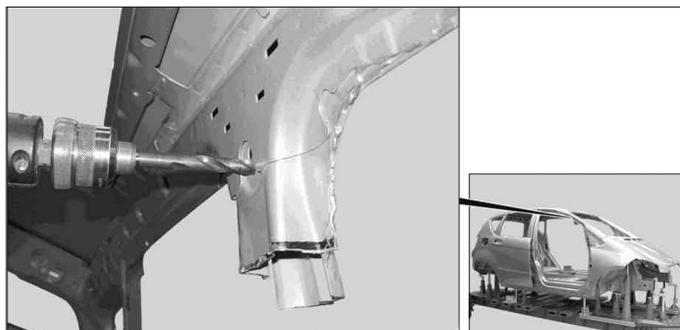

FIG. 68
- Fraiser les points de soudure dans les zones (B) et (C).
- Percer un trou Ø 12 mm pour la protection ultérieure des corps creux (Fig.68).